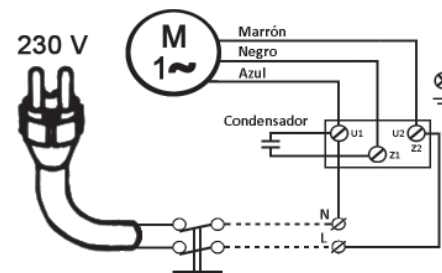

Figura 2: Conexión eléctrica
- Conecte la bomba a la red eléctrica teniendo en cuenta las especificaciones anteriores y el esquema eléctrico de conexión que se facilita a continuación (figura 2).